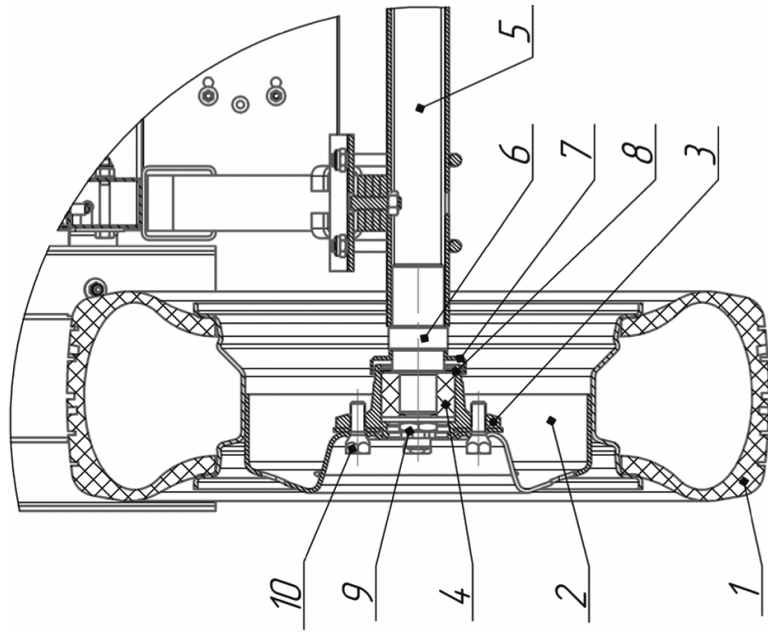

Рис. 4. Ось с колесами
4.8. Ходовая часть прицепа (ось с колесами) (рис.4) состоит из двух трубчатых осей с приваренными цапфами, на которых крепятся ступицы в сборе. Колеса при помощи колесных болтов крепятся к ступицам. В ступицах оси установлен двухрядный шариковый подшипник, который не требует смазывания и обслуживания. Подшипник смазан и утоплен на весь срок службы. Запрещается регулировка подшипника. Подшипник не является полностью водонепроницаемым. Тормозная система в прицепе отсутствует.